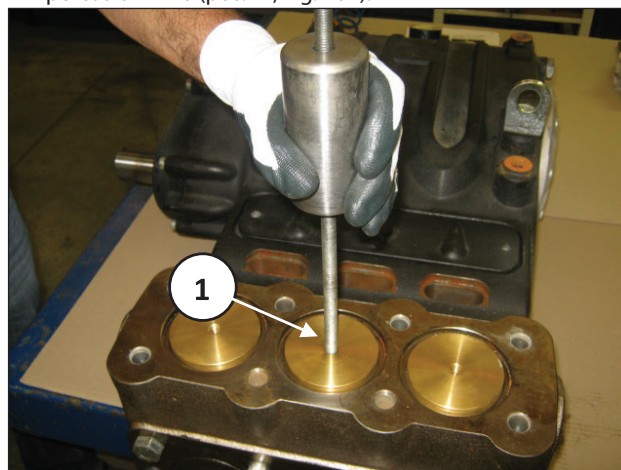

Fig. 102
- B) Extraer los tapones de la válvula utilizando un extractor de percusión M10 (pos. ①, Fig. 102).